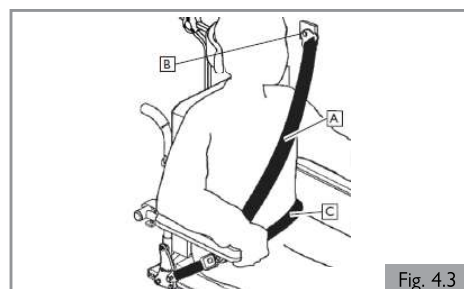

Fig. 4.3
17. Los cinturones de sujeción pélvico y troncal deben utilizarse para sujetar al ocupante, reducir la posibilidad de impacto en el pecho y la cabeza con los componentes del vehículo y evitar lesiones severas en el usuario u otro ocupante del vehículo (Fig. 4.3).
18. El cinturón de sujeción del torso superior debe montarse en el pilar (B) del vehículo. De lo contrario, aumentará el riesgo de lesiones abdominales graves para el usuario (Fig. 4.3).
20. El cinturón de seguridad pélvico (C) debe usarse por delante de la pelvis, de manera que el ángulo del cinturón quede dentro de la zona de preferencia (entre 30 y 75 grados respecto del suelo) (Fig. 4.3).
22. El cinturón de seguridad troncal (A) debe colocarse por encima del hombro y debe atravesar el pecho (Fig. 4.3).